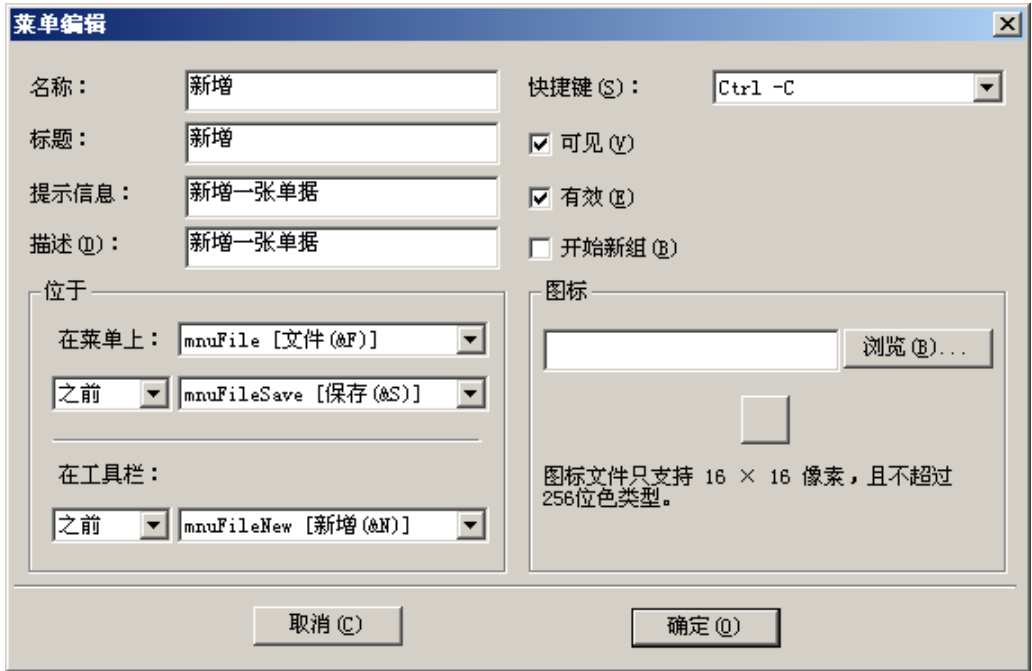

图 11-16
8. 新增菜单或工具栏，如图 11-16。名称指的是新增菜单或工具栏项的名字。可以设置菜单或工具栏项的排列位置，快捷键以及图标